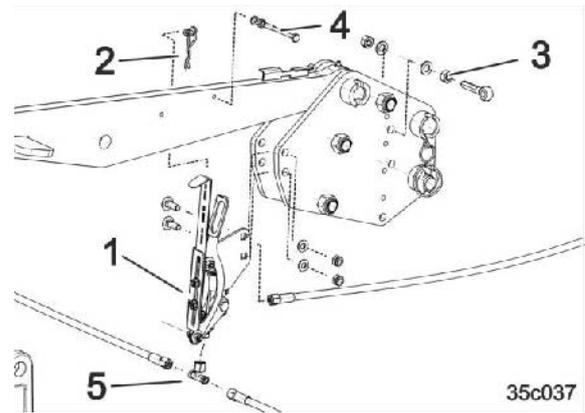

图 83
6. 从安装的 T 型连接件处（图 83/5）拔掉液压软管。
7. 拧紧预装的阀门支架（图 83/1）。
8. 在阀门（图 83/5）上将液压软管与新 T 型连接件连接起来。
9. 将白色的牵引绳通过绳套固定在抓钩上（图 83/2）。
10. 安装用于穿过牵引绳的环首螺栓（图 83/3）。
11. 在上连杆处安装调整螺丝（图 83/4）。